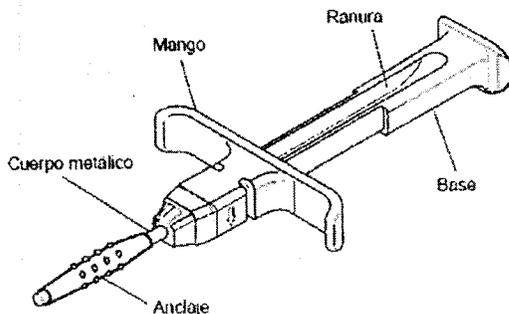

Figura 1. Dispensador del anclaje con el anclaje
5. Localice el dispensador del anclaje con un anclaje precargado (Figura 1).